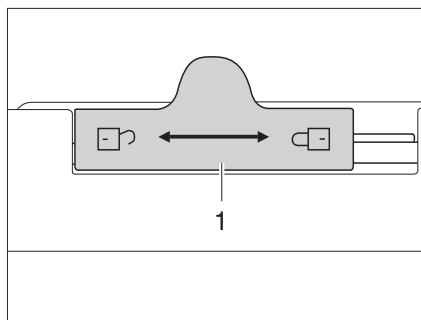

Fig. 204 Dispositif de verrouillage de la porte du réfrigérateur (Dometic Série 7)
- Pousser le dispositif de verrouillage (Fig. 204,1) vers la gauche .
- Pousser le dispositif de verrouillage (Fig. 204,1) complètement vers la droite .